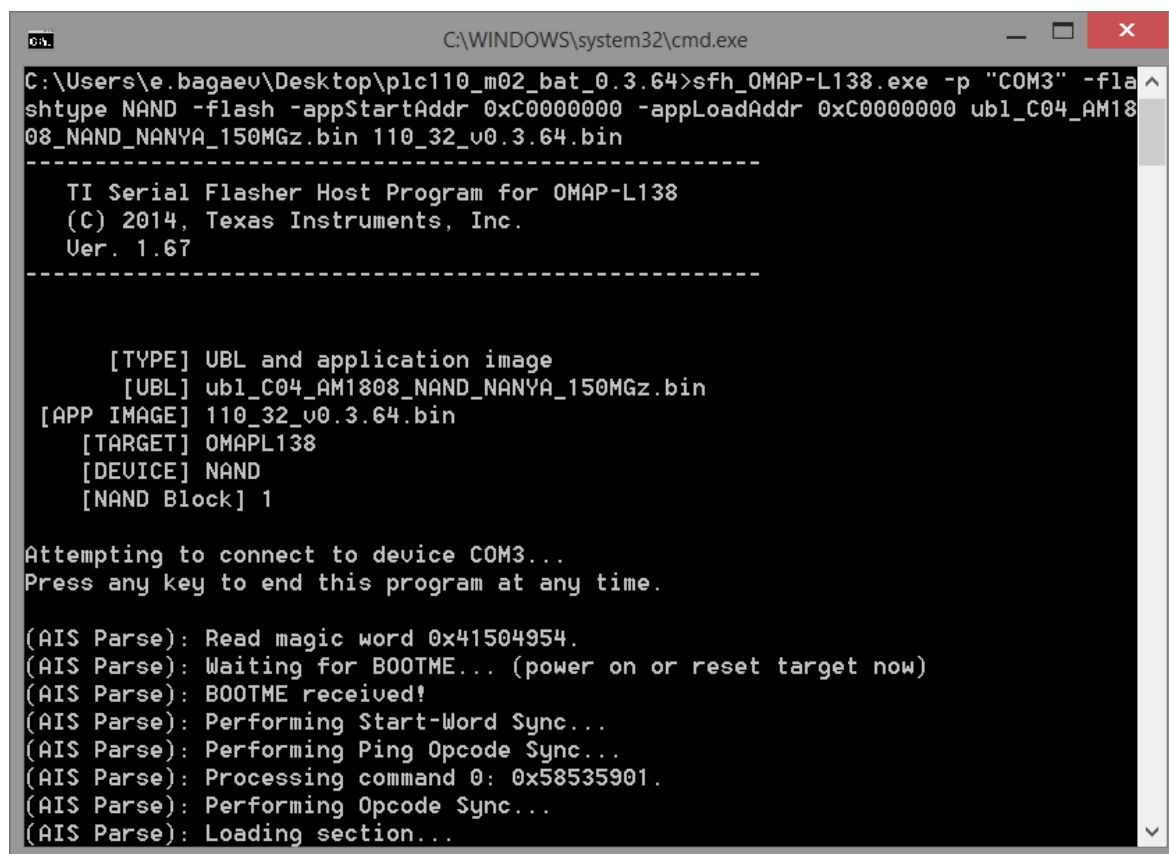

Рисунок 2.5. Процесс обновления прошивки
10. Запустить **bat-файл**, после чего **подать питание на ПЛК**. Обновление прошивки **запустится автоматически** (рисунок 2.5).